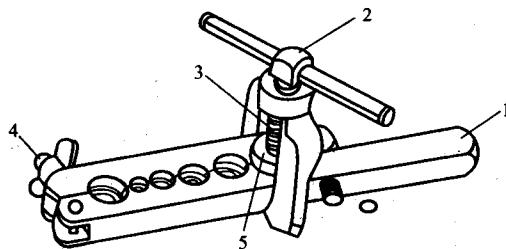

图 1-3 扩管器
② 扩管器。扩管器又称为胀管器。主要用来制作钢管的喇叭口和杯形口。喇叭口用于螺纹接头或不适于对插接口时的连接，目的是保证接口部位的密封性和强度。杯形口则在两个直径相同钢管连接，一个管插入另一个管内时使用。扩管器的结构如图 1-3 所示。